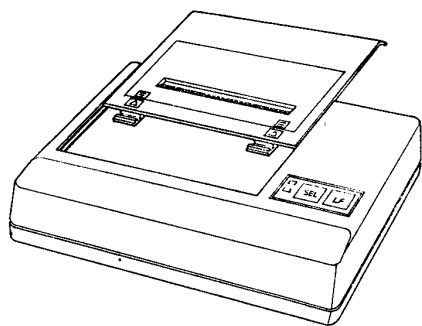

图 2-9 装上活动盖板
4. 装上市壳的活动盖板。双手拿住活动盖板，如图 2-9 所示，把活动盖板平稳地放在机壳的导槽上，沿图上标明的方向将